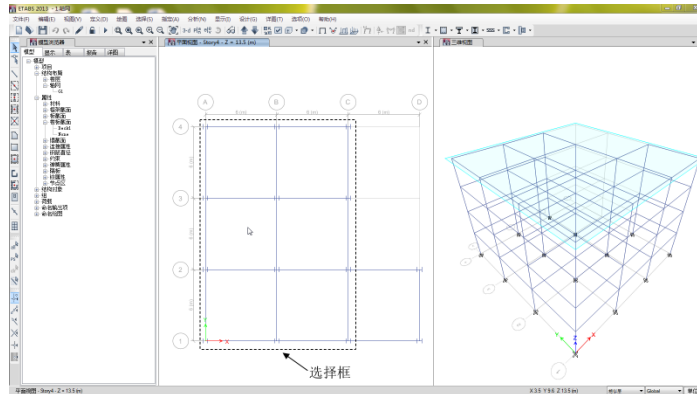

图 3-19 “框选”绘制框架梁
7. 通过“框选”方式，一次绘制其余的框架梁，选择框如图 3-19 所示。